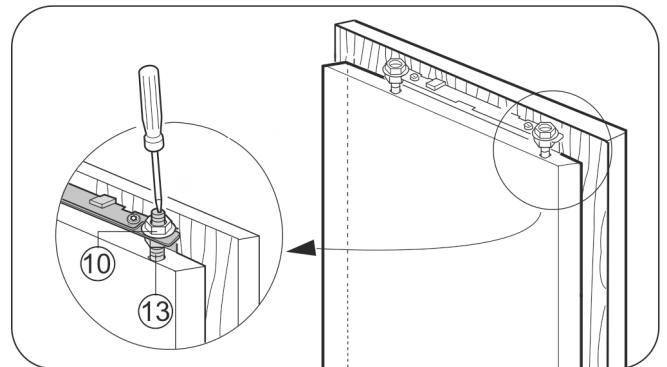

Fig. 30
- ▶ Kontermuttern Fig. 30 (10) mit dem einem Sechskantschlüssel 13 festziehen, dabei Justagebolzen Fig. 30 (13) mit einem Schraubendreher gegenhalten.